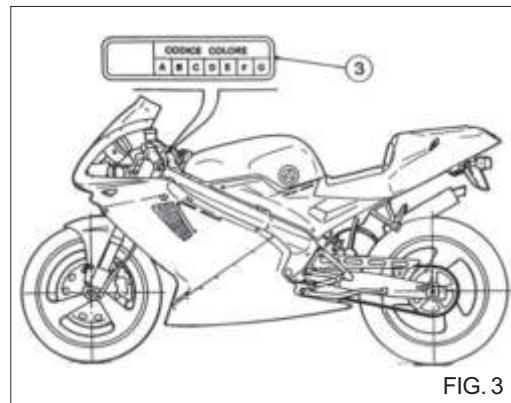

FIG. 3
- *Farbkennnummer, die auf der linken Seite des Rahmens angebracht ist, noch an dem Lenkrohr (Bild. 3).*
- El código de color figura en la placa aplicada a la izquierda del bastidor cerca del tubo de dirección (Fig. 3).
- FIG. 3